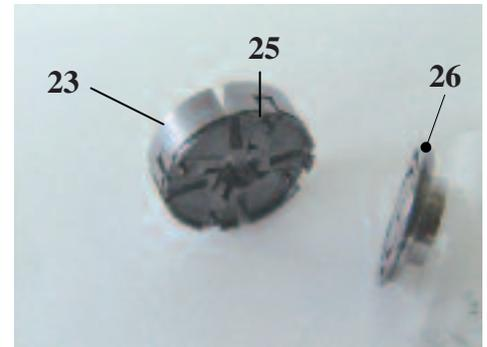

Fig. 14
- Le guide (23), les mâchoires de centrage (25) et la platine à hélicoïdes (26) peuvent alors être déposés, Fig. 14.